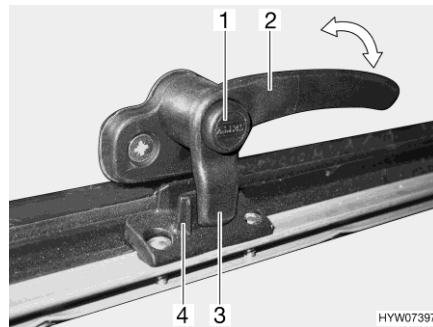
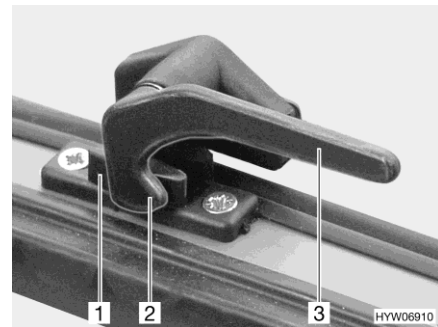

Bild 96 Verriegelungshebel mit Sicherungsknopf in Stellung "geschlossen"
Bild 97 Verriegelungshebel in Stellung "geschlossen"
- Wenn vorhanden, Sicherungsknopf (Bild 96,1) drücken und gedrückt halten.
- Den Verriegelungshebel (Bild 96,2 oder Bild 97,3) eine viertel Umdrehung zur Fenstermitte hin drehen.
- Den Verriegelungshebel (Bild 96,2 oder Bild 97,3) eine viertel Umdrehung zum Fensterrahmen hin drehen.
Die Verriegelungsnase (Bild 96,3 oder Bild 97,2) am Verriegelungshebel liegt komplett auf der Innenseite der Fensterverriegelung (Bild 96,4 oder Bild 97,1).
- in Stellung "fest verschlossen" (Bild 96 und Bild 97)